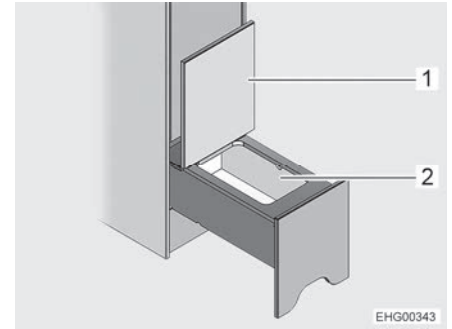

Fig. 125 Vano
- Alzare il coperchio (Fig. 125,1). È così possibile accedere al vano (Fig. 125,2).